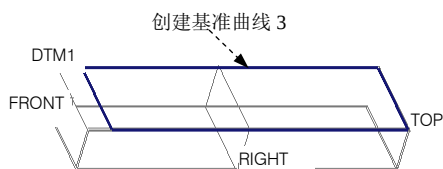
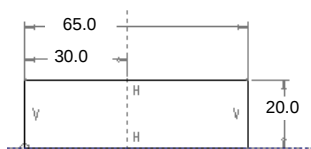

图 10.5.7 创建基准曲线 3
图 10.5.8 截面草图
Step3. 创建图 10.5.7 所示的基准曲线 3（此时视图为 VIEW_ORIGIN）。在操控板中单击“草绘”按钮；选取 DTM1 基准面为草绘平面，TOP 基准面为参考平面，方向为顶；绘制图 10.5.8 所示的草图。